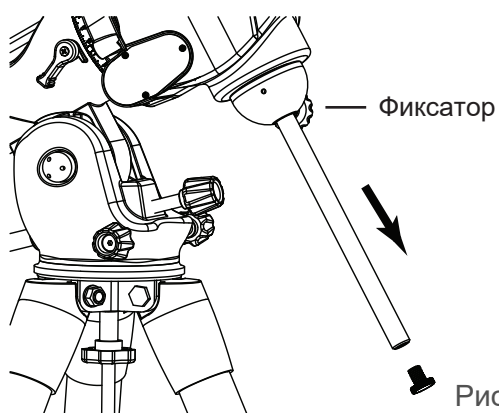

Рис. 1.4a
1. Ослабьте винт-фиксатор штанги противовеса и аккуратно выдвиньте штангу. Для фиксации ее положения закрутите винт-фиксатор (рис. 1.4a).